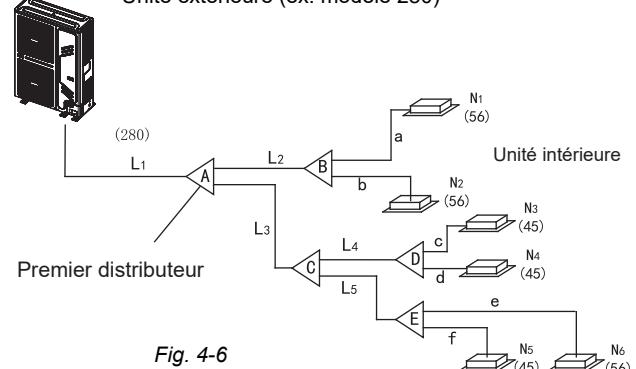

Fig. 4-6
- Tuyauterie principale (voir Fig. 4-6 et Tableau 4-4)
Dans la figure 4-6, où la capacité de l'unité extérieure est de 28 kW connectée au tuyau principal L1, vérifiez dans le tableau 4-4 si la taille des tuyaux de gaz et de liquide est  $\Phi 22.2/\Phi 9.5$ . Si la longueur des conduites de gaz et de liquide est  $> 90$  m, selon le tableau 4-4 et le principe de la valeur maximale, la taille des conduites de gaz et de liquide doit être  $\Phi 25.4/\Phi 12.7$ .